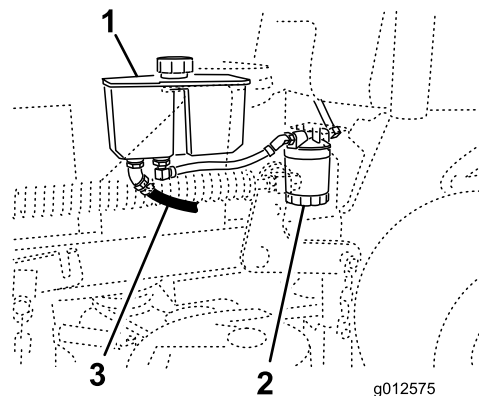

Figura 73
4. Individuate il flessibile idraulico anteriore sotto il serbatoio idraulico e collocate una bacinella di spurgo sotto il serbatoio (Figura 73).